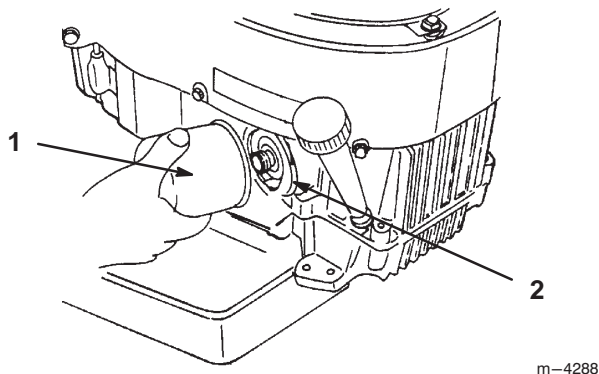

Figure 17
2. Déposez le filtre usagé (Fig. 17).
3. Appliquez une fine couche d'huile neuve sur le joint en caoutchouc du filtre de rechange (Fig. 17).
4. Posez le filtre à huile de rechange sur l'adaptateur. Tournez le filtre dans le sens horaire jusqu'à ce que le joint rejoigne l'adaptateur, puis donnez 3/4 de tour supplémentaire (Fig. 17).